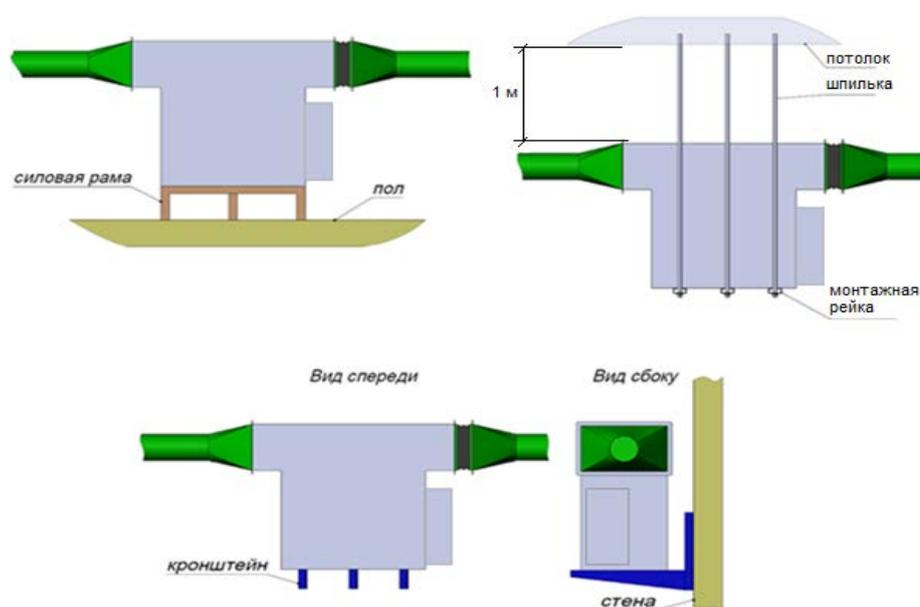

Рис.2 Варианты монтажа Гидрофильтра
- Установить Гидрофильтр, варианты установки Гидрофильтра показаны на Рис.2.